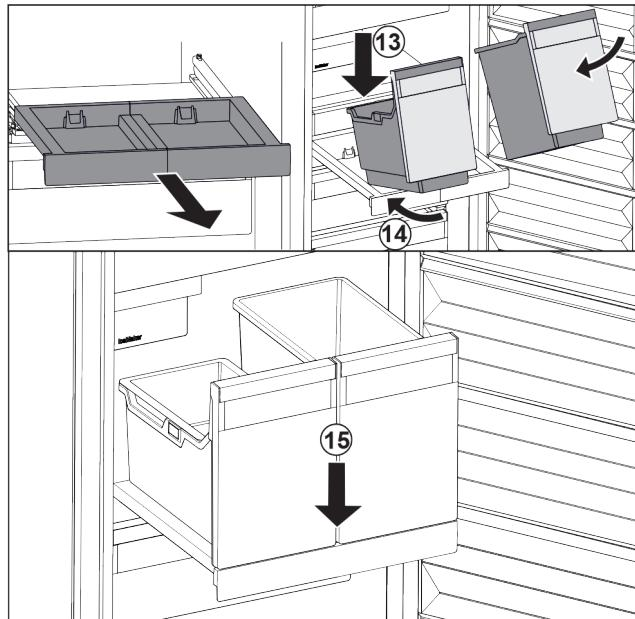

Fig. 34
- Наклоняя вниз, установите контейнеры на выдвижную панель. Fig. 34 (13)
- Вставьте контейнеры, наклоняя вниз, назад. Fig. 34 (14)
- Снимите контейнеры спереди. Fig. 34 (15)